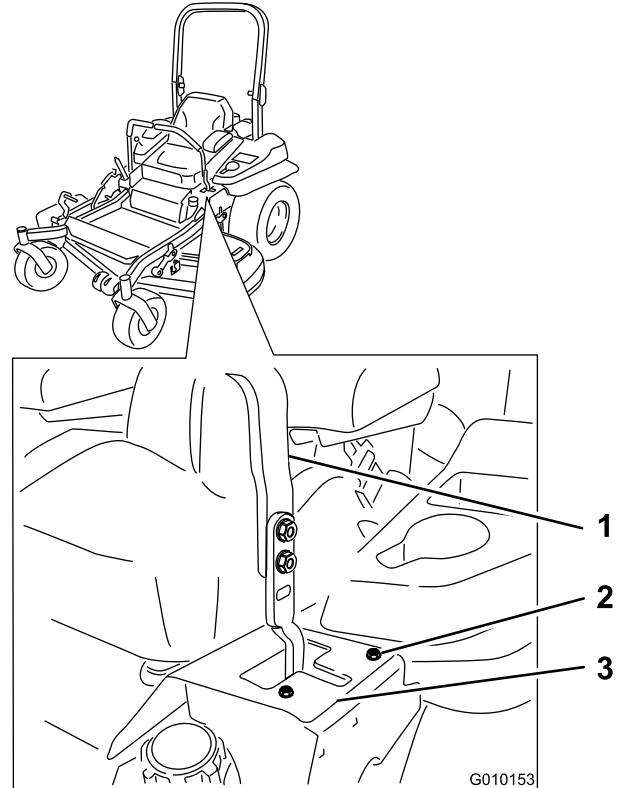

Figure 58
- Si elle se déporte à gauche, desserrez les boulons et déplacez la plaque de butée droite en arrière sur la fente en T droite, jusqu'à ce que la machine se déplace en ligne droite (Figure 58).
- Serrez les boulons de la plaque (Figure 58).
- Si elle se déporte à droite, desserrez les boulons et déplacez la plaque de butée gauche en arrière sur la fente en T gauche, jusqu'à ce que la machine se déplace en ligne droite (Figure 58).